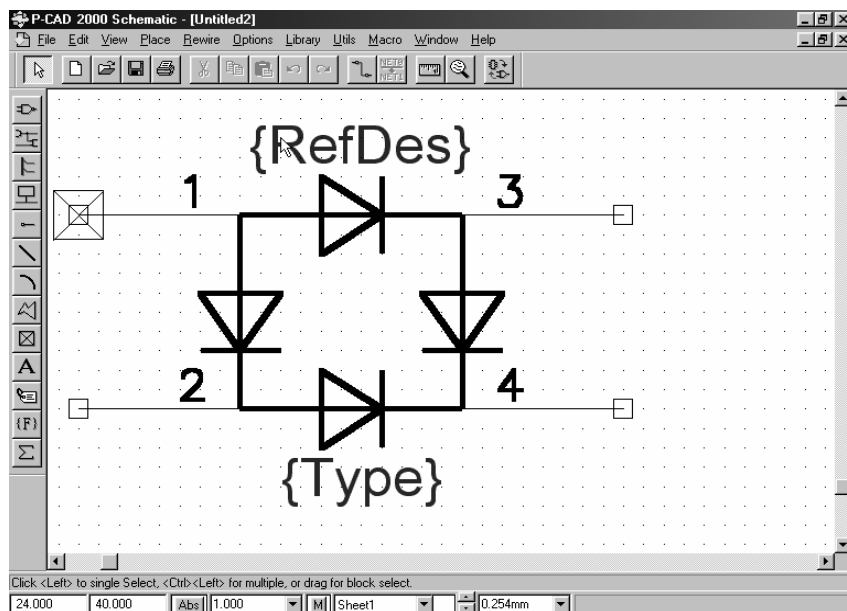

Рис. 7. Результат установления атрибутов элемента
**But#1.** Результат показан на рис. 7.